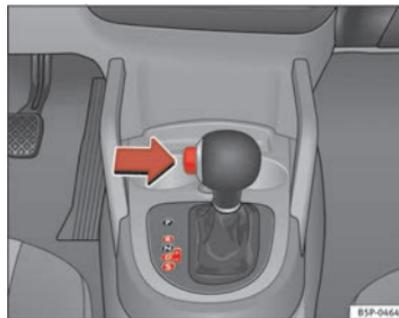

Fig. 143 Guida
- Premere il pulsante del pomello (posto sulla sinistra dello stesso ⇒ fig. 143).